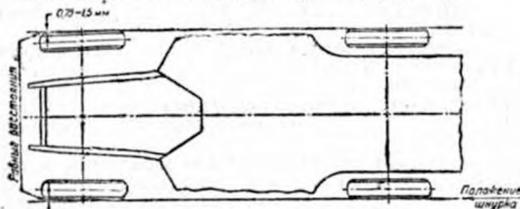

Рис. 121. Схема проверки схождения колес
6. Натянуть шнур на стойки так, чтобы он, не прогибаясь, слегка касался шины заднего колеса по всей ее плоскости и шины переднего колеса в задней ее части (рис. 121).